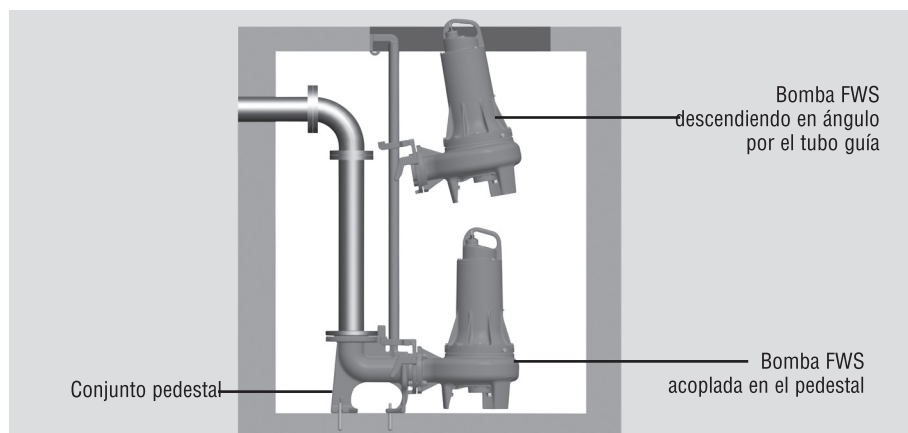

Figura 5 - Instalación de la bomba Serie FWS con sistema de acoplamiento directo a pedestal
- La instalación puede ser móvil con tubo o manguera, o en pedestal con Sistema de Acoplamiento Directo (figura 5).